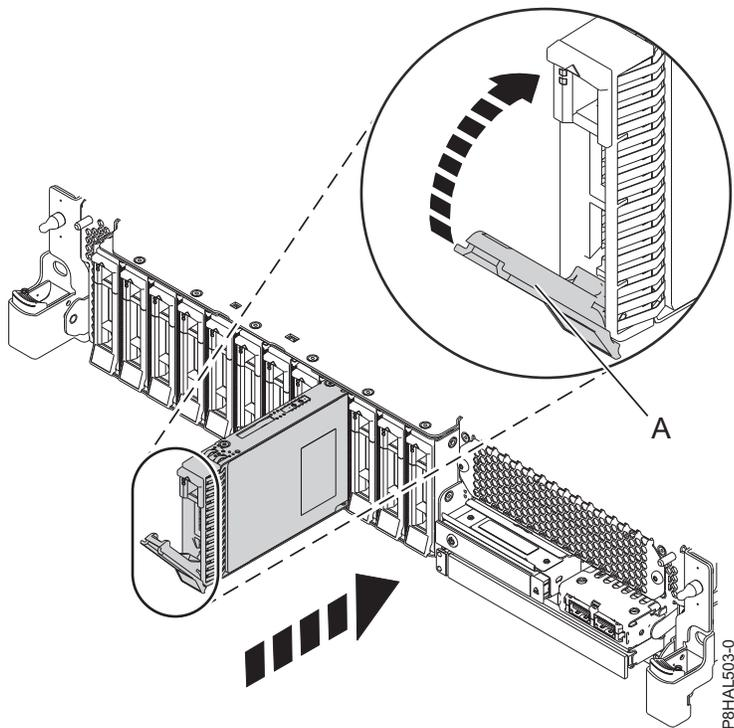
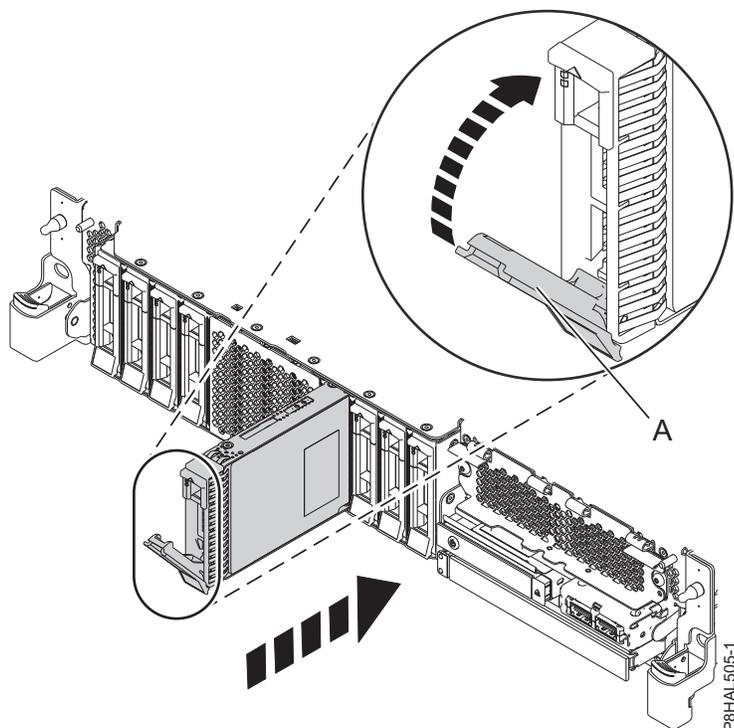

Figura 94. Substituir uma unidade de disco num sistema de função base
Figura 95. Substituir uma unidade de disco num sistema de função expandida
4. Desbloqueie a pega do compartimento de unidade (A) apertando-a e puxando-a para fora. Se a pega não estiver completamente fora, a unidade não deslizará para dentro do sistema. Consulte a Figura 94 na página 100 e a Figura 95 na página 100.
8. Quando o LED identificador pisca para a ranhura seleccionada, faça deslizar a unidade completamente para a ranhura empurre a pega do compartimento de unidade (A) até bloquear, como mostrado na Figura 94 na página 100 e a Figura 95 na página 100.